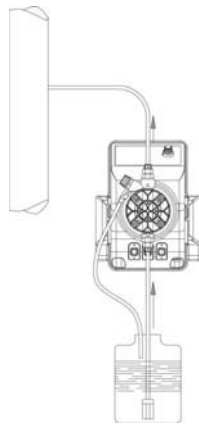
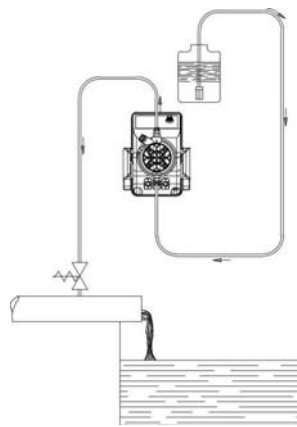

Fig. 5
Fig. 6
- c. - Placer la pompe comme la fig. 5 en tenant compte du fait qu'elle peut être fixée tant en dessous qu'au dessus du niveau du liquide à doser dans la limite maximum de 2 mètres. Le point d'injection doit toujours être situé plus haut que le liquide à injecter. Si l'installation à traiter fonctionne à la pression atmosphérique (dosage de réactif à décharge libre) et si le réservoir du réactif doit être absolument placé plus haut que le point d'injection (fig. 6), contrôler périodiquement le fonctionnement de la canne d'injection, parce que son usure excessive pourrait introduire de l'additif dans l'installation par gravité (même quand l'appareil est arrêté). Si le problème demeure, ajouter une soupape de contre-pression "C" tarée entre la pompe doseuse et le point d'injection (fig. 6). Pour des liquides qui dégagent des vapeurs agressives, ne pas installer la pompe au-dessus du réservoir sauf si ce réservoir est hermétiquement fermé.